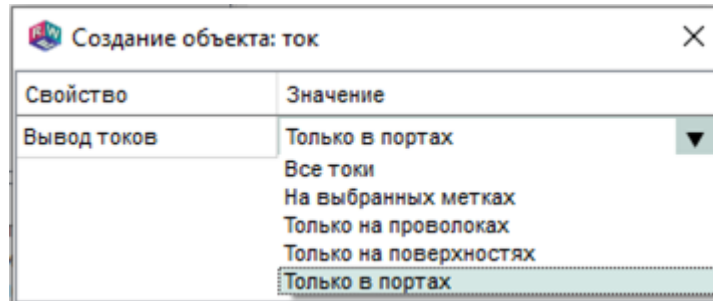

Рис. 91
12.6.3. Задать параметр *Вывод токов*. Параметр указывает место расчета тока: только в портах, только на проволоках, только на поверхностях, на выбранных метках, все токи (рис. 91).